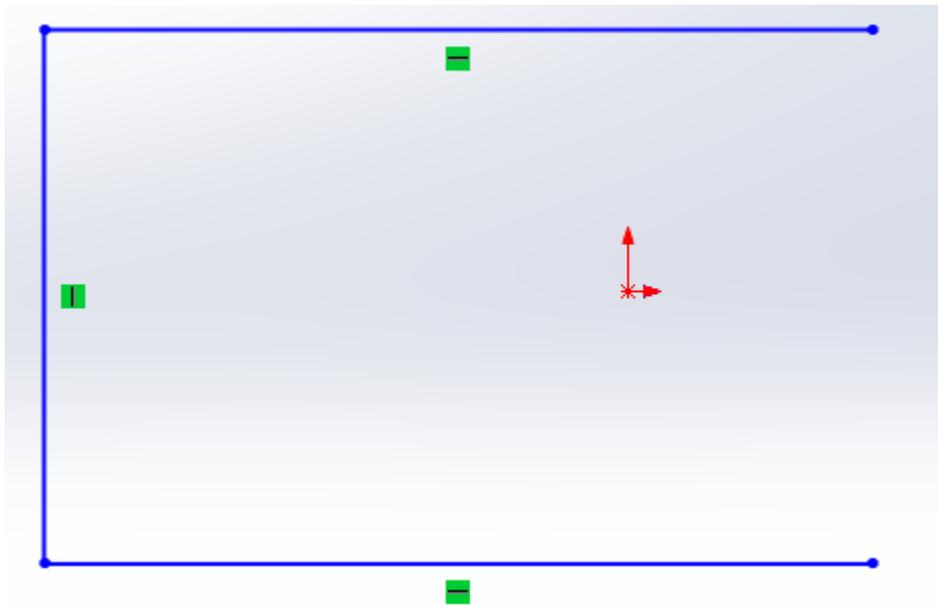

Рис.1.11. Результирующий эскиз после удаления одной стороны прямоугольника
3.7. Удалить одну сторону прямоугольника, нажав на нее левой кнопкой мыши и далее удалить выбранный элемент кнопкой Delete на клавиатуре. На рис. 1.11 показан результат выполненной команды Delete.